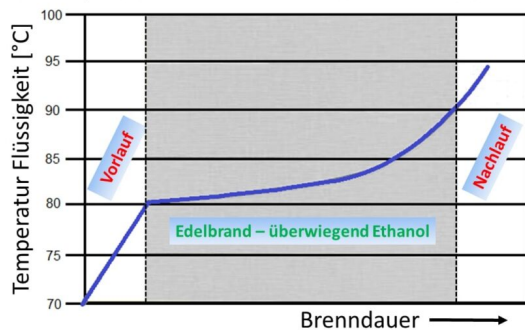

Abb. 5: Informationen aus einem Hobbyratgeber ⁴
- 3 Betrachten Sie dann ihre Werte und das Diagramm aus einem Hobbyratgeber in **M2** **Abb. 5**. Benennen Sie den Unterschied zwischen dem realen Siedetemperaturverlauf und dem erwarteten.